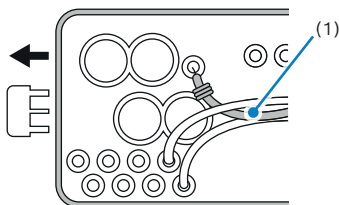

Figura 2
9. Installare il cavo bianco/nero nella spina del cablaggio di collegamento XE1 (Figura 2).